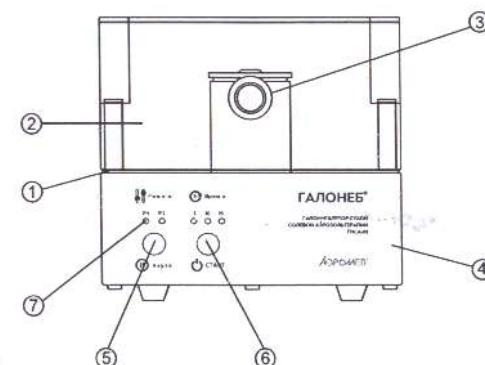

Рисунок 1. Вид ингалятора спереди
Корпус ингалятора состоит из основания 4 и крышки 2 (Рис.1).
7.1. Поднять крышку корпуса 3 (Рис.1).
7.6. Закрыть крышку корпуса - 3 (Рис. 1).
7.11. Установить время ингаляции последовательным коротким (не более 1 сек.) нажатием кнопки 6 ВРЕМЯ/СТАРТ (Рис. 1).
7.12. Установить выбранный режим работы коротким (не более 1 сек.) нажатием кнопки 5 РЕЖИМ/ПАУЗА (Рис. 1). Высвечивается соответствующий индикатор выбранного режима работы («Р1» или «Р2»).
7.13. Нажать и удержать 2 секунды (до повторного звукового сигнала) кнопку - 6 ВРЕМЯ/СТАРТ (Рис. 1), при этом включится электродвигатель ингалятора и вентилятор, начнет мигать индикатор выбранной длительности и непрерывно светиться индикатор выбранного режима.
Для досрочного завершения процедуры – нажать и удержать 2 секунды (до повторного звукового сигнала) кнопку 6 ВРЕМЯ/СТАРТ (Рис. 1).
Если требуется сделать перерыв (приостановку) во время сеанса – нажать кнопку 5 РЕЖИМ/ПАУЗА (Рис. 1). Двигатель выключится, отсчет времени до конца процедуры остановится, но ингалятор сохранит в памяти, установленные длительность и режим (будут мигать индикаторы, соответствующие оставшейся длительности процедуры и заданному режиму процедуры). При повторном нажатии кнопки 5 РЕЖИМ/ПАУЗА (Рис. 1) сеанс возобновится, отсчет времени продолжится.
8.2.2. Поднять крышку корпуса - 2 (Рис. 1).
8.2.5. С помощью сухой салфетки очистить от налета препарата соли крышку - 2 (Рис. 1) и верхнюю поверхность основания - 4 (Рис. 1).